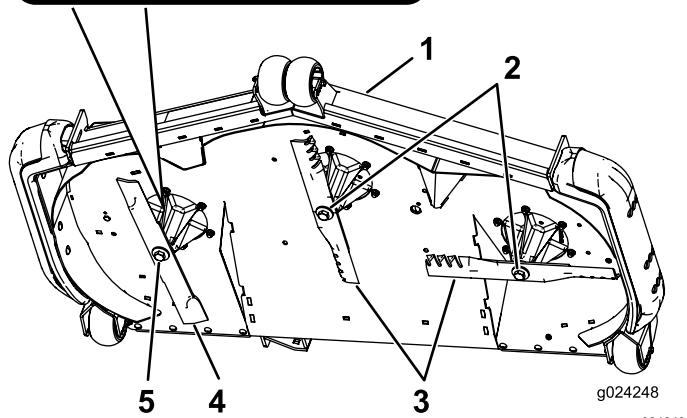

Figure 115
Remarque: Notez le type de lame et sa position de montage. Voir la Figure 115 pour la position correcte.
Important: La lame droite de ce tablier de coupe est contrarotative et utilise un boulon à filetage à gauche. Reportez-vous à la Figure 115 pour positionner correctement les lames du tablier de coupe.
1. Reposez sur les axes, les lames gauche et centrale, les rondelles bombées et les boulons de lame (Figure 114 et Figure 115).
2. Posez sur l'axe, la lame droite, la rondelle bombée et le boulon de lame (fileté à gauche) (Figure 114 et Figure 115).